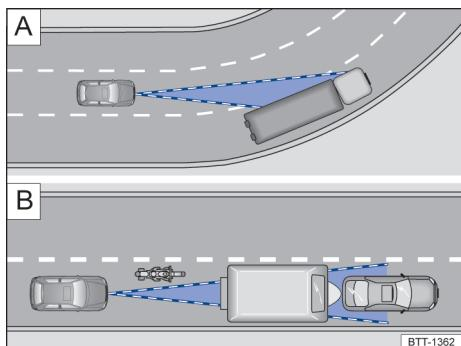

Fig. 118 **A** Condução em curva. **B** Veículos fora da área de alcance do sensor do radar.
O sensor do radar sempre realiza as medições em sentido reto. Por isso, veículos em curvas fechadas podem ser accidentalmente detectados ou veículos a frente podem não ser detectados → Fig. 118 **A**.
- Veículos que conduzem fora da área do sensor em pequena distância do próprio veículo, por exemplo, motocicletas → Fig. 118 **B**.